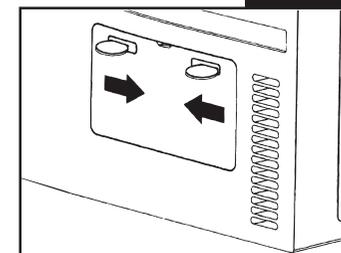

Fig. 8b
- Retirez le couvercle devant le condensateur en vous aidant avec une pièce de monnaie et en faisant glisser les deux systèmes de blocage l'un vers l'autre en direction des flèches. (Fig. 8b)